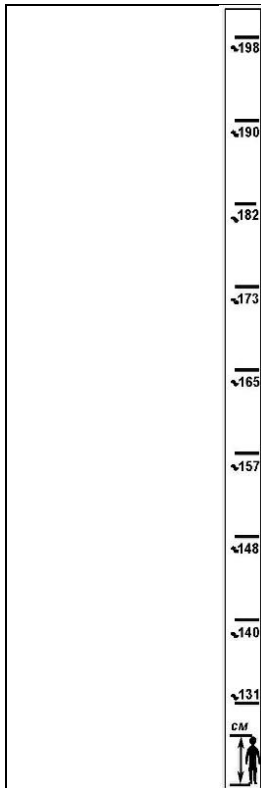

Рис. 25
7.3. На стойках (рис. 24 и 24А) нанесена шкала (рис. 25.), облегчающая выбор настройки высоты столешницы в зависимости от роста пользователя.